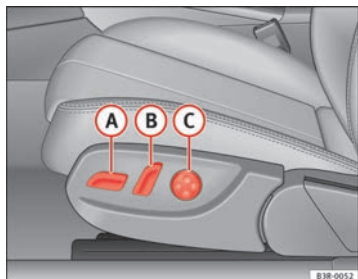

Abb. 106 Vordersitz:
- Den Schalter **A** ⇒ Abb. 106 nach vorn oder nach hinten **1**